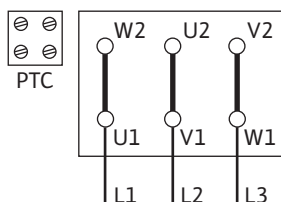

Fig. 10: Y-Δ palaide
- Elektrotīkla pieslēgums atkarīgs no motora jaudas P2, tīkla sprieguma un ieslēgšanas veida. Nepieciešamos tiltslēgu izvietojumus termināļa kārbā skatīt sekojošā tabulā, kā arī Fig. 10, 11 un 12.